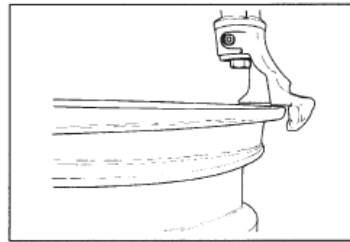

Рис. 23
- E.** Подведите монтажно-демонтажную головку до контакта с ребром диска и зафиксируйте ее в этом положении. Затем, во избежание повреждения диска, головка автоматически переместится вверх и в сторону (рис. 23).